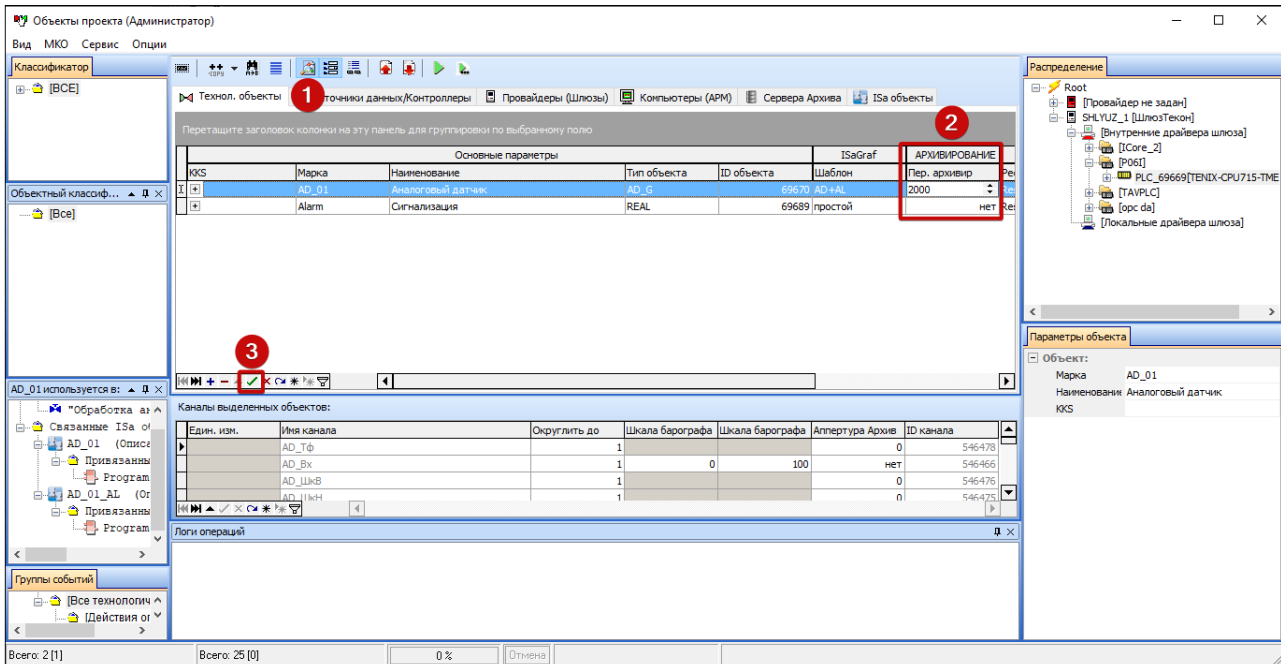

Рисунок 15.1. Настройка архивирования параметра по периоду
- 1) Перейдите на вкладку "Технол. объекты" в окне "Объекты проекта" (рис. 15.1 [1]).
- 2) Задайте период архивирования для выбранного технологического объекта в поле "Период архивирования" (значение задается в миллисекундах). Для отключения архивирования задайте ноль (рис. 15.1 [2]).
- 3) Нажмите  для сохранения изменений (рис. 15.1 [3]).